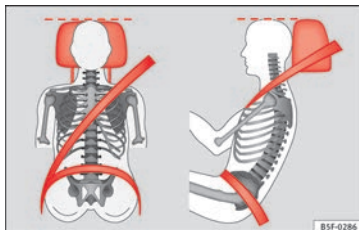

Fig. 75 Vista frontale e laterale: poggiatesta e cinture di sicurezza posizionate correttamente.
- Regolare il poggiatesta portando il suo bordo superiore alla stessa altezza della parte superiore della testa, almeno all'altezza degli occhi » **fig. 75.**